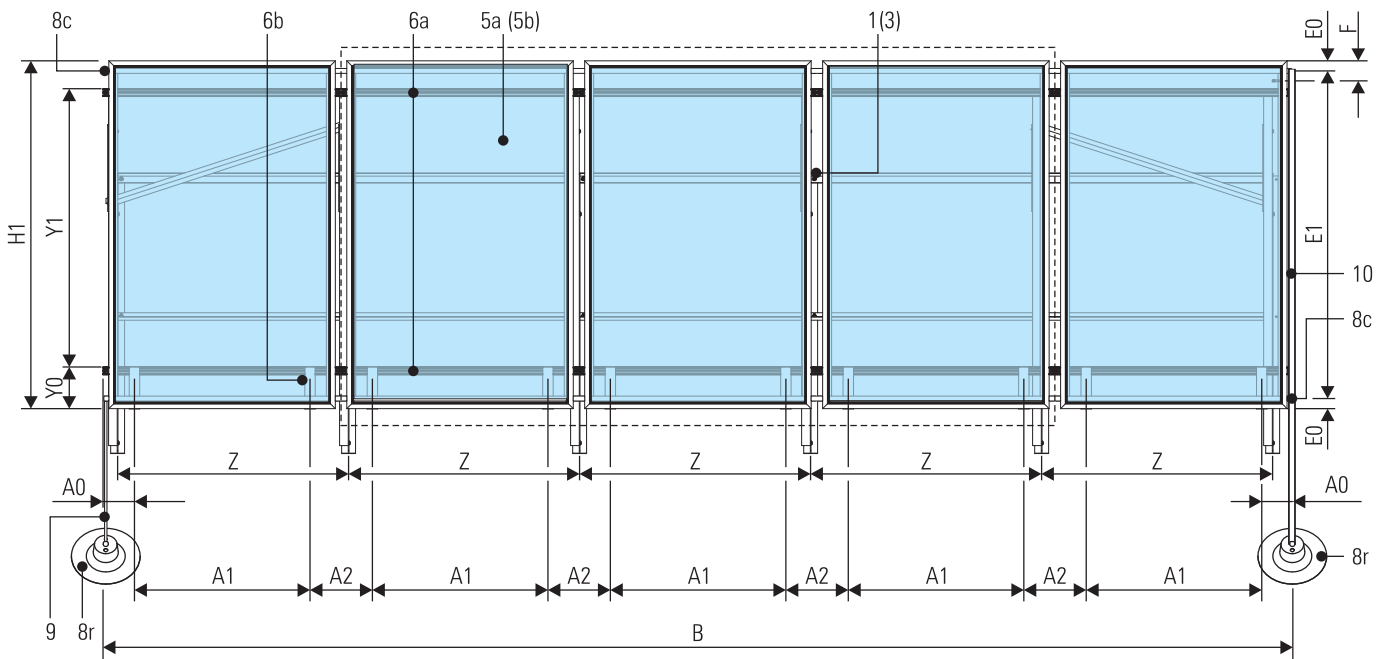
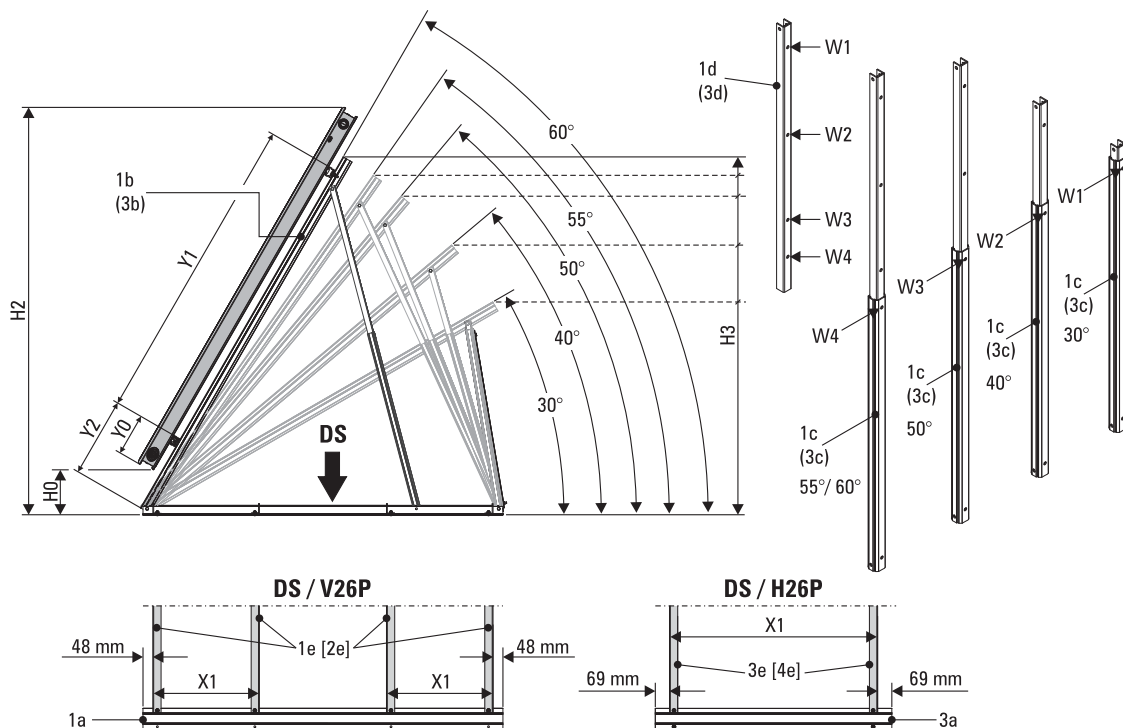

Figura 3-3 Dimensiones principales de un panel colector Solaris para el montaje en tejados planos (como ejemplo, el colector V26P)
Figura 3-4 Panel colector Solaris - ajuste angular
- Para la leyenda véase figura 3-4.
Las dimensiones principales del panel colector Solaris (según figura 3-3 y figura 3-4) están resumidas en tab. 3-3.
- Obtener las dimensiones principales de acuerdo con la figura 3-3 y la tab. 3-3.
No es necesario el tronzamiento del angular de apoyo. Para el ángulo de 60° debe reubicarse el carril telescópico de acuerdo con la figura 3-4.